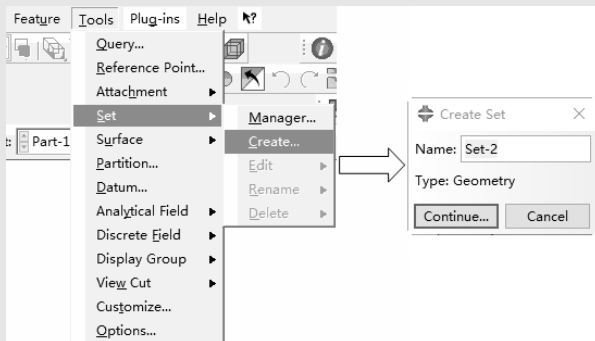

图 2-23 Create Set 对话框
**提示：**一般情况下，用户不方便直接从模型中选择蒙皮，这时可以使用集合工具，方法为执行 Tools→Set (集合)→Create 命令，在弹出的 Create Set (创建集合)对话框(见图 2-23)中，输入名称，单击 Continue 按钮，在视图区中选择蒙皮作为构成集合的元素，单击提示区的 Done 按钮，完成集合的定义。